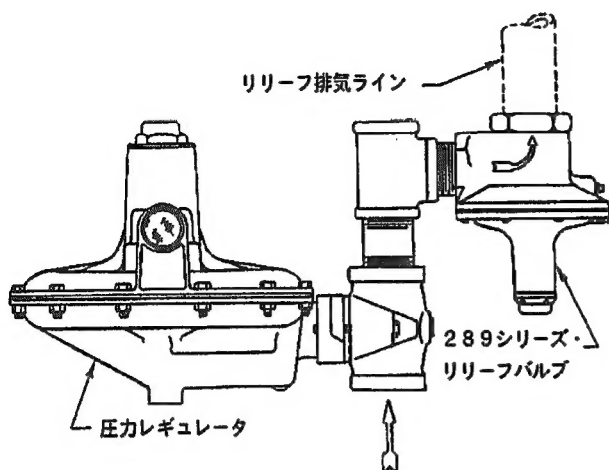

図2. 289シリーズ・リリースバルブの設置例
- 4) 図 2 を参照して下さい。リーフバルブの取り付け姿勢には制限がありません。リーフバルブを屋外に設置する場合は、その排気ラインの閉塞や、雨水、塵、昆虫、腐食性物質などの異物の侵入を防止するため、防水キャップまたはエルボ等を接続して下さい。この際は、スクリーン、スナップリング、およびガスケット(キー 9, 13, および 15, 図 4 ~ 8 参照)を取り外すことが必要となります。